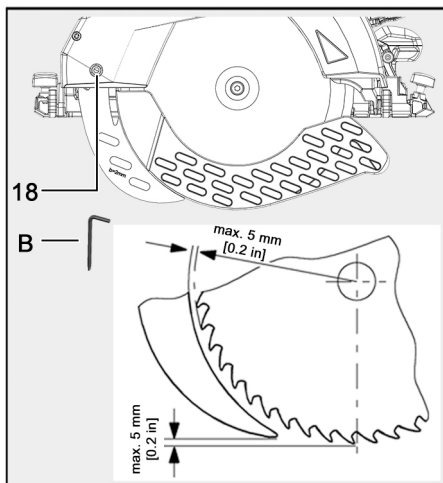

Fig. 55: Distancia de la cuña de partir a la hoja de sierra
- Respete la distancia máxima con el disco de sierra (ver fig. 55).